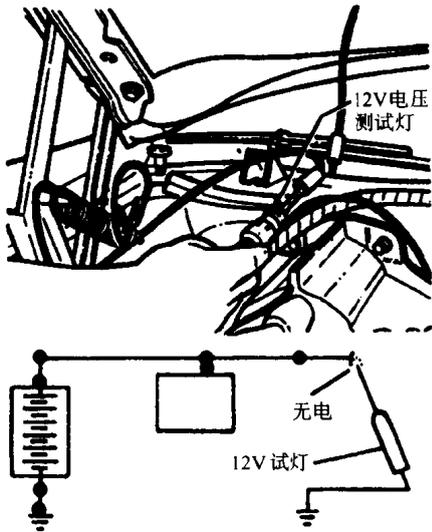

图 1-5 用 12V 试灯探查电源
- a. 将一个引脚连接到搭铁或蓄电池负极电缆，见图 1-5。